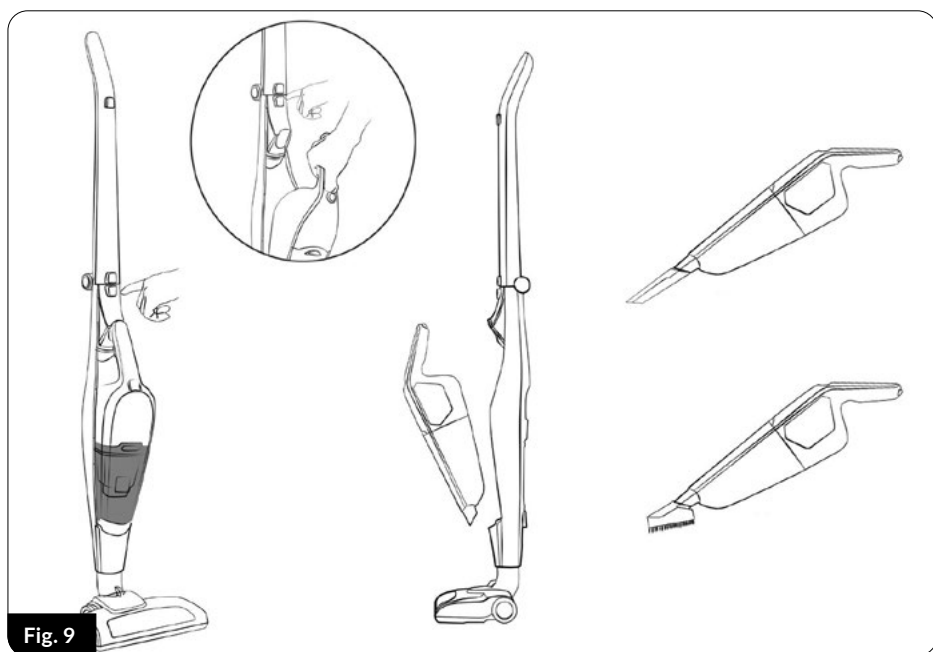

Fig. 9
4. Insieme all'aspirapolvere, l'Elettrospazzola (15) a LED (16) illumina la superficie da aspirare. L'elettrospazzola multifunzione è adatta per aspirare tutti i tipi di superfici dure e tappeti.
5. L'uso di attrezzature aggiuntive dell'aspirapolvere (spazzolino, spazzola per fessure) è possibile dopo aver rimosso l'aspirapolvere dall'impugnatura principale. Premere il pulsante (4) e rimuovere l'aspirapolvere dall'impugnatura principale (2) e quindi collegare gli appositi accessori all'estremità dell'aspirapolvere (Fig.9).